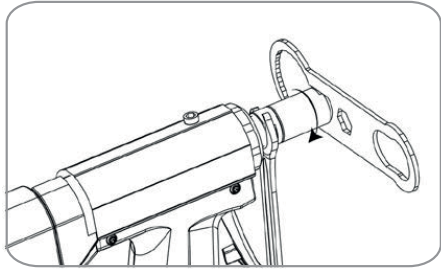

Fig. 1
2. Desmonte la caja de mordazas (3) y retire los vástagos. Ha de ajustarse a la medida a 56 mm (ver Fig. 1 - Pág. 9).
Primero desmonte el portaboquillas (2) a continuación desmonte la caja de mordazas (3) con dos llaves según la (Fig 1)